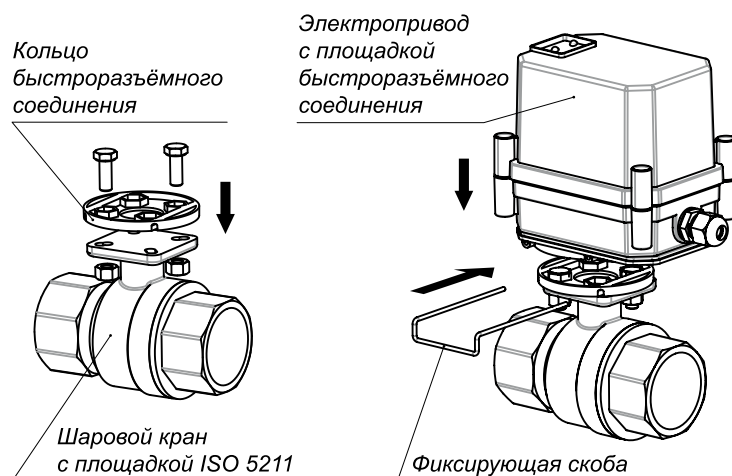

Рис. 2. Порядок присоединения электропривода Professional BS FB к шаровому крану.
- 2) Пластиковое кольцо быстроразъёмного соединения электропривода крепится к площадке шарового крана двумя болтами М5 с гайками. Пазы для фиксирующей скобы на кольце быстроразъёмного соединения должны быть ориентированы поперек движения потока (рис. 2).
- 3) Электропривод совмещается с установленным кольцом на шаровом кране и вращением выставляется в одинаковое состояние. Установкой скобы в отверстия происходит фиксация быстроразъёмного соединения (рис. 2).